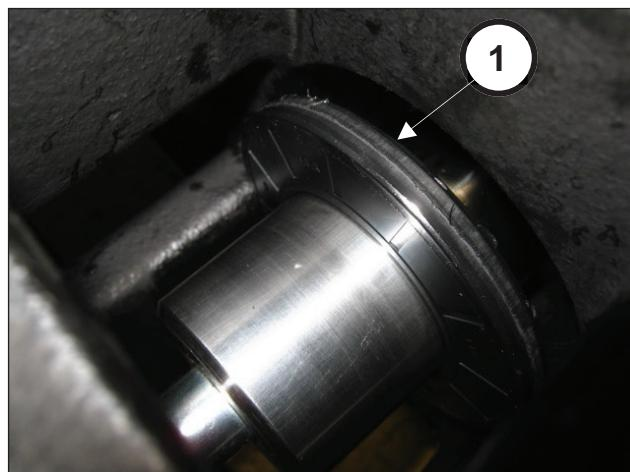

Fig. 37
Accionar el piñón hasta que el diente de la herramienta entre por completo en el retén (pos. ①, Fig. 36). Seguir girando el piñón hasta extraer por completo el retén (pos. ①, Fig. 37).